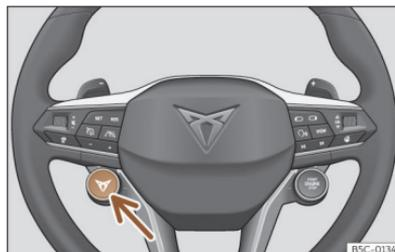

Fig. 97 Volante multifunción: botón para cambiar el perfil de conducción.
- **O BIEN:** Pulse brevemente el botón **▼** >>> **fig. 97** (flecha), para cambiar el perfil de conducción. Pulse prolongadamente el botón **▼** para acceder directamente al perfil **Cupra.**